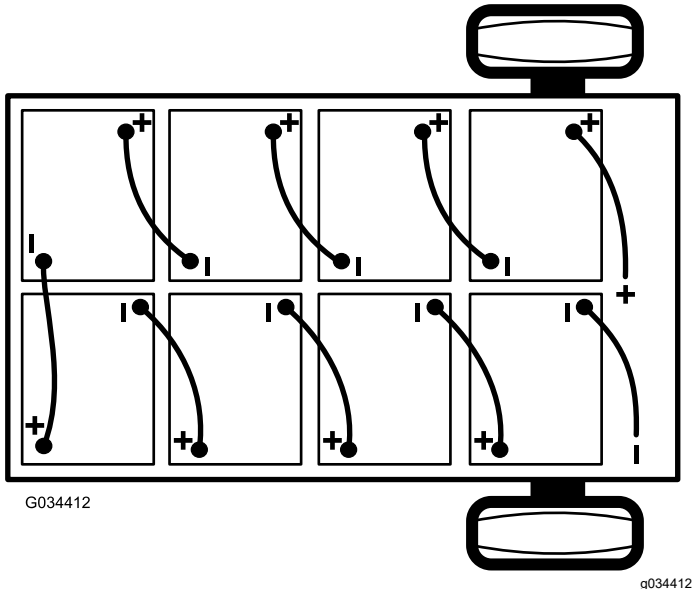

Figura 41
2. Desconecte el cable negativo principal (negro) de las baterías que conecta el banco de baterías a la conexión de tierra de la máquina (Figura 41).
- Desconecte el cable positivo principal de la batería (rojo) que conecta el banco de baterías al contactor principal de la máquina (Figura 41).
**Nota:** Preste atención a la polaridad de las baterías al instalar las baterías nuevas (Figura 41).
- Conecte las baterías entre sí como se muestra en Figura 41 con los cables de interconexión de las baterías que retiró en el paso 1.
- Conecte el cable positivo principal de las baterías (rojo) entre el banco de baterías y la máquina (Figura 41).
- Conecte el cable negativo principal de las baterías (negro) entre el banco de baterías y la máquina (Figura 41).